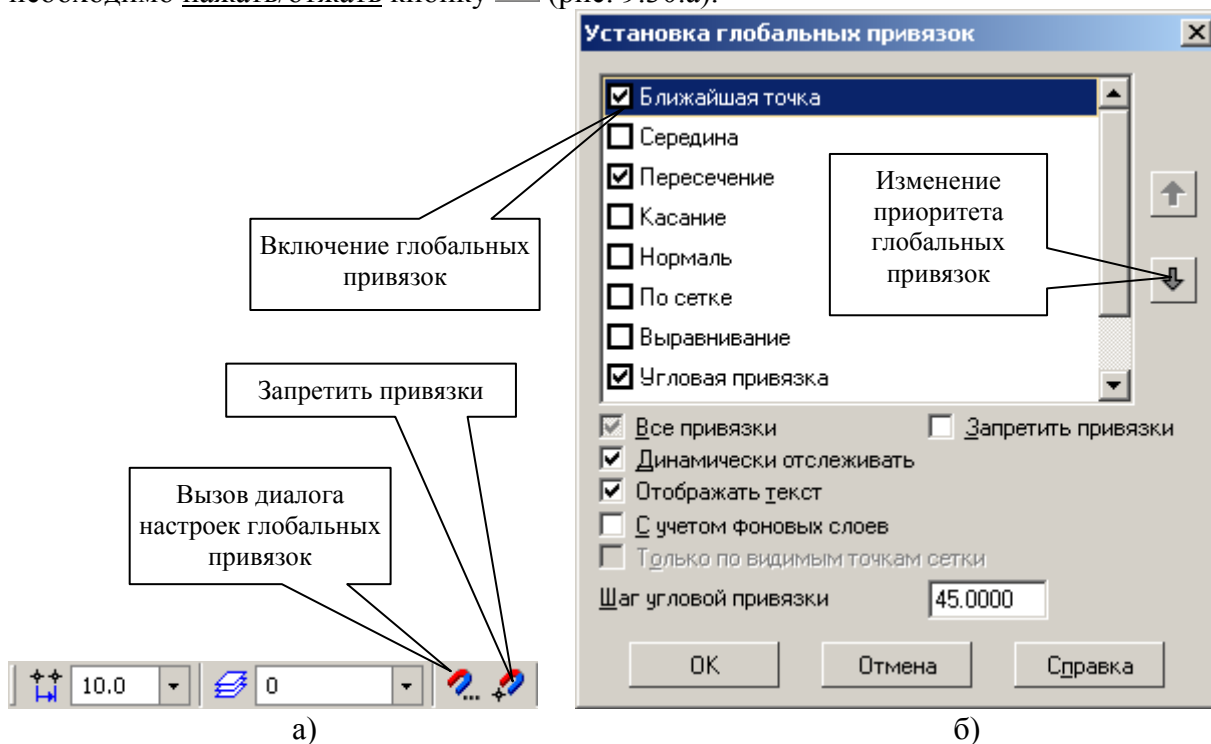

Рис. 9.30. Вызов и настройка глобальных привязок.
Кнопка для вызова диалога настроек глобальных привязок расположена в строке текущего состояния  (рис.9.30.а). После нажатия этой кнопки на экране появится диалоговое окно Установка глобальных привязок (рис. 9.30.б).
- Для того чтобы разрешить/запретить/разрешить действие глобальных привязок необходимо нажать/отжать кнопку  (рис. 9.30.а).